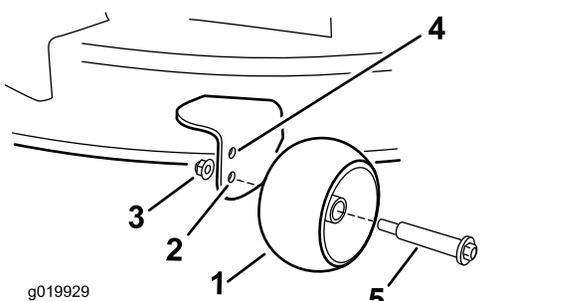

図 18
- 上の穴刈高が 63mm 以下の場合に使用 図 18。
- 下の穴刈高が 76mm 以上の場合に使用 図 18。